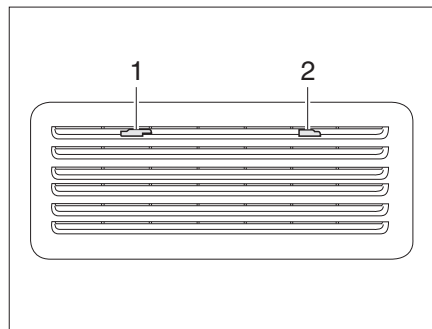
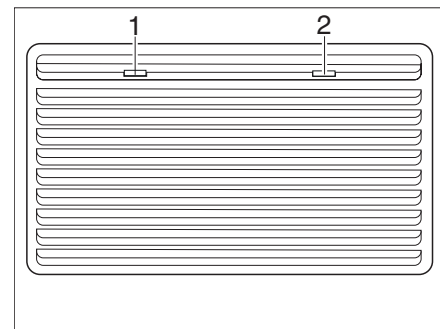

Fig. 143 Rejilla de ventilación del frigorífico (Thetford pequeña)
Fig. 144 Rejilla de ventilación del frigorífico (Thetford grande)
- Empujar los bloqueos (Fig. 143,1 y 2 ó Fig. 144,1 y 2) al centro.